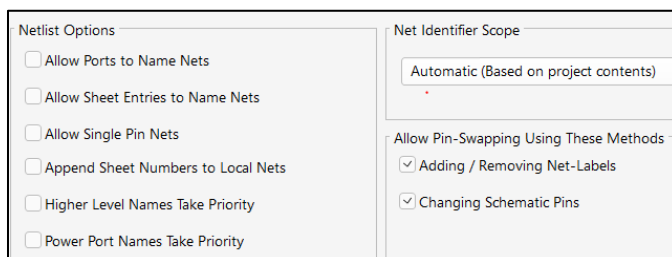

Fig. 2.3: Netlist Options onder het tabblad Options.
- **Options:** onder het tabblad **Options** bij **Netlist Options** is er de mogelijkheid om opties aan of uit te vinken i.v.m. de benaming en het gebruik van **Nets** (zie Fig. 2.3). Deze instellingen bepalen dus hoe de Compiler de benamingen van de Nets behandelt. Daarom is het aangeraden ze allemaal afgevinkt te laten.